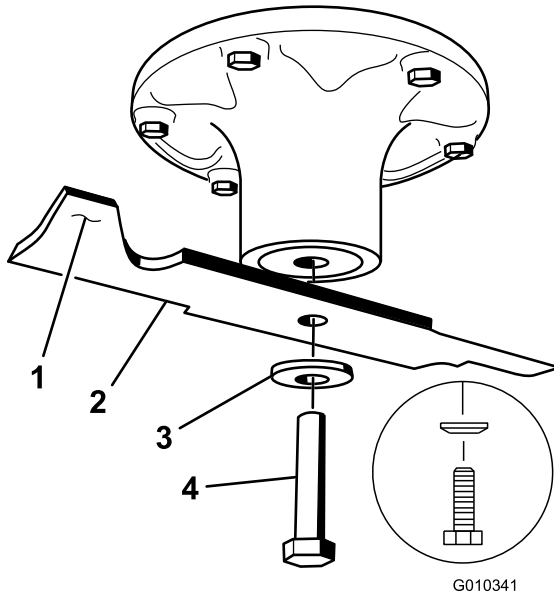

Figura 67
2. Togliete il bullone, la rondella curva e la lama dall'asse del fusello (Figura 67).
1. Montate la lama sull'asse del mandrino (Figura 67).
2. Montate la rondella curva (lato concavo verso la lama) e il bullone della lama (Figura 67).